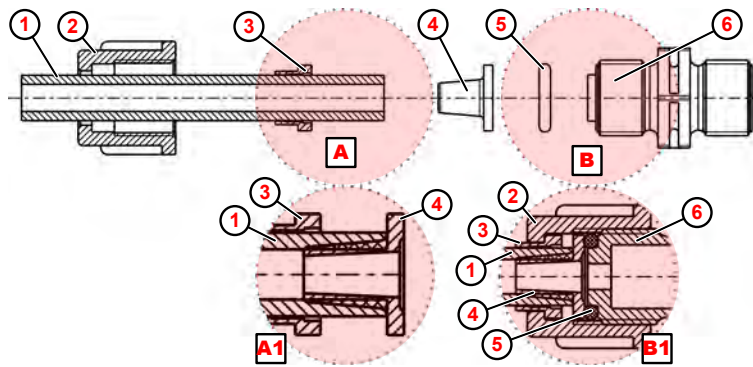

Fig. 5 : Raccord de conduit et flexible avec pièce conique
1. ➤ Couper droit le flexible (Fig. 5 , ①).
2. ➤ Enfiler l'écrou-raccord ② sur le flexible ① .
3. ➤ Enfiler la pièce de serrage ③ sur le flexible ① .
4. ➤ Pousser le flexible ① jusqu'à la collerette de butée sur la pièce conique ④ (détail Ⓐ1).
5. ➤ Glisser la pièce de serrage ③ vers la pièce conique ④ jusqu'à ce qu'une résistance soit perceptible.
6. ➤ Placer le joint torique ⑤ dans la rainure de la soupape d'aspiration ou de refoulement ⑥ .
7. ➤ Serrer l'écrou-raccord ② à fond (détail Ⓑ1).